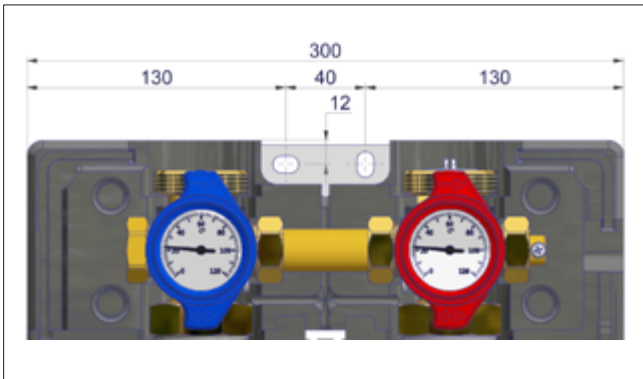

Fig. 7-1 : Schéma d'installation
2. Faire des repères sur les points de perçage pour monter le groupe de pompe (voir « Fig. 7-1 : Schéma d'installation »).
3. Percer les trous correspondant à la dimension de la vis et de l'ancrage (voir « Fig. 7-1 : Schéma d'installation »).
6. Installer le groupe de pompe sur le mur en position verticale (voir « Fig. 7-1 : Schéma d'installation »).
8. Enlever les poignées de thermomètre (B) et démonter l'isolation intermédiaire (C).